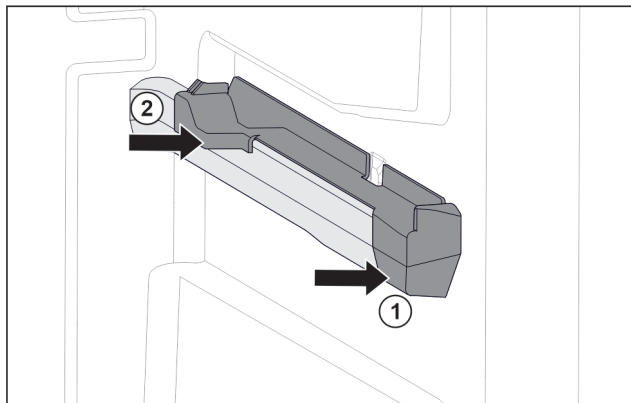

Fig. 79 Påsettsingsdel på høyre beholderribbe
- Sett på påsettsingsdel foran på beholderribben. Fig. 79 (1)
- Trykk på påsettsingsdel bak. Fig. 79 (2)